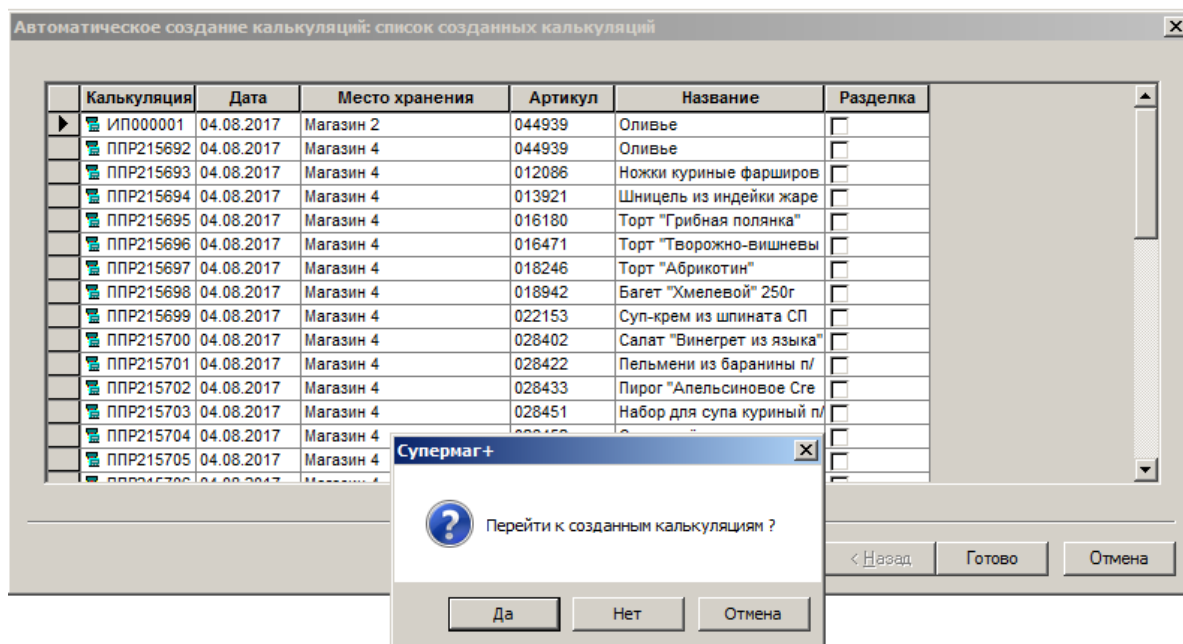

Рисунок 37 – Автоматическое создание документа «Калькуляции» (4)
5. После формирования списка созданных калькуляций по кнопке Готово и после подтверждения (Рисунок 37) производится переход в основное меню раздела **Калькуляции**.